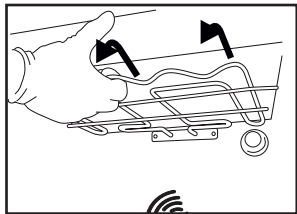
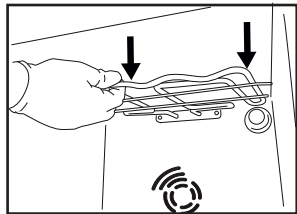

Fig. 1
Fig. 2
2. Dra ut värmeelementet en aning (Fig. 1) och sänk det (Fig. 2).